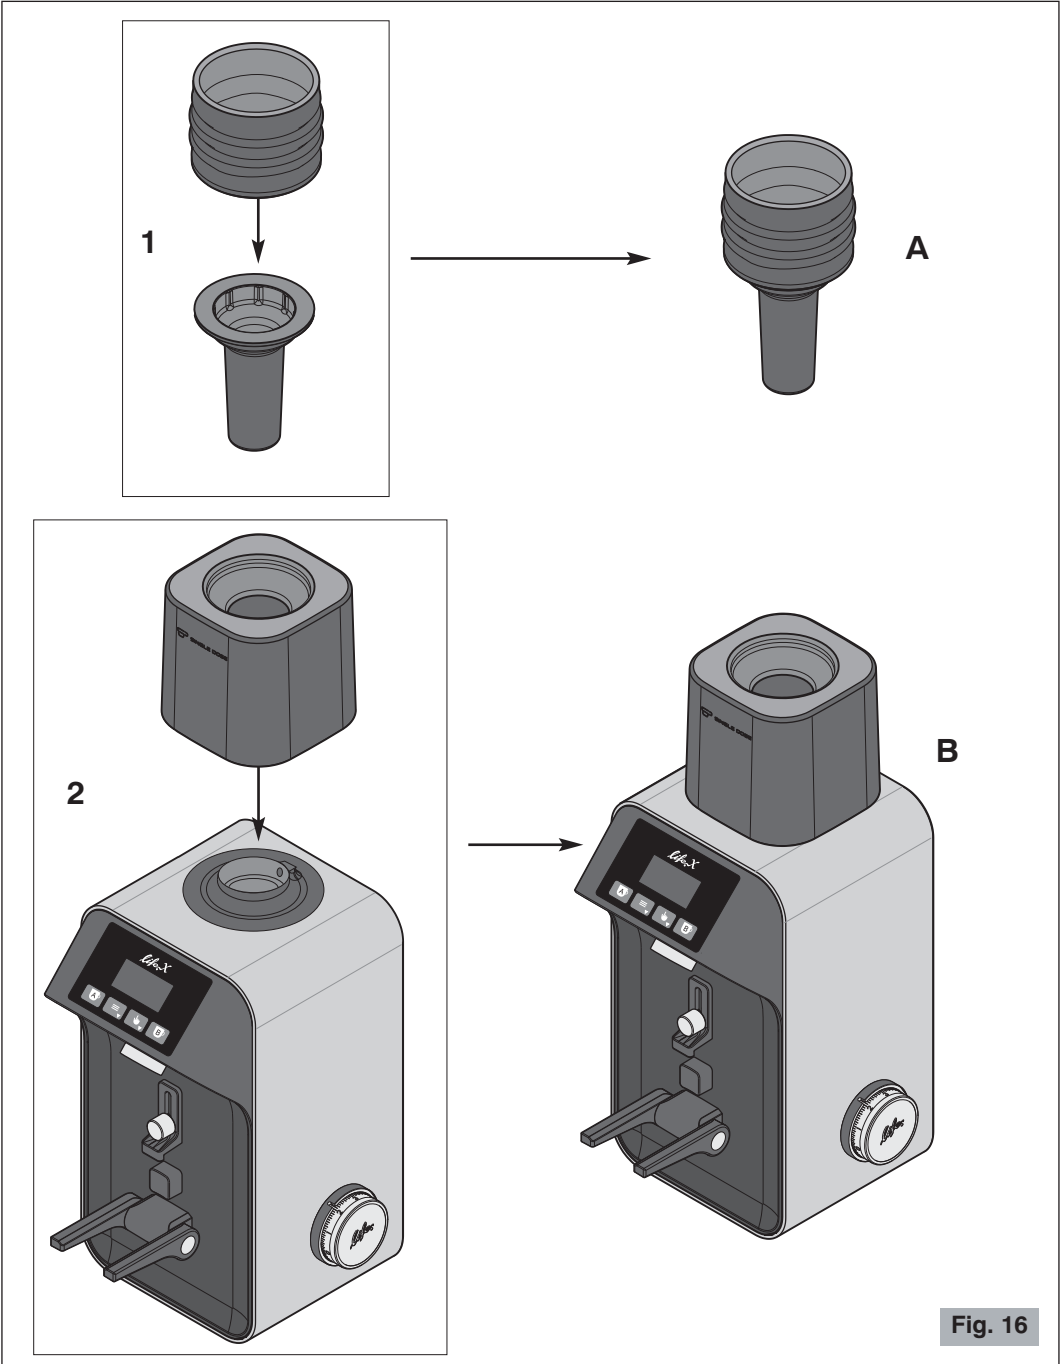

Fig. 16
5. Inserire il soffietto nello spingigrani (punto 1 della Fig. 16).
6. Posizionare nella sua sede il supporto del kit (punto 2 della Fig. 16).
- 4 Inserire l'insieme soffietto-spingigrani (A Fig. 16) nell'imbocco del supporto lasciandolo appoggiare sui grani di caffè (Fig. 16a).
**Non operare mai senza la campana fissata dall'apposita vite (6a, Dettaglio A Fig. 3) oppure senza aver posizionato il supporto del kit singola dose (punto 2 Fig. 16).**